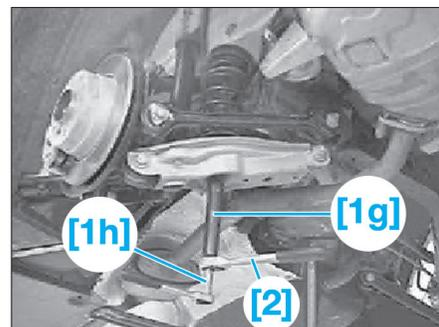

Fig. 48
- Contraindre le ressort hélicoïdal avec l'outil [1g] et [2], en maintenant la broche du tendeur de ressort avec l'outil [1h] (Fig.48).